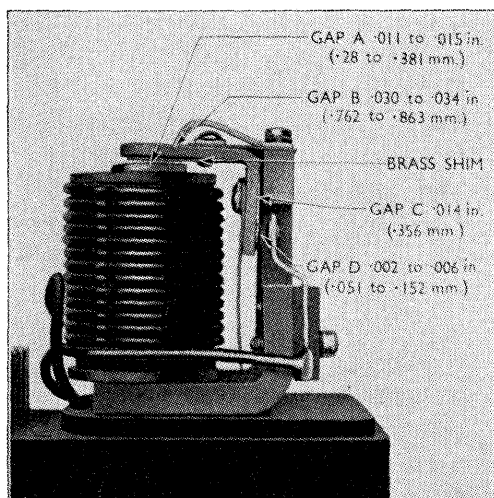

Fig. 60. Tilbagestrømsrelæ, ældre type.
- 1: Løsn kontramøtrikken og skru indstillingskruen så langt ud, at den går fri af fjederen (fig. 60).